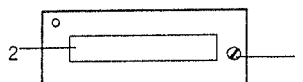

Fig. 17 Limiteur de température de service\*
La chambre d'essai est munie d'une sécurité de surtempérature constituée de limiteurs de température. En plus, le caisson peut être équipé d'un limiteur de température de service\* selon DIN 12 880 qui est utilisé comme protection indépendante des échantillons (voir page 23, fig. 17).
Le limiteur de température de service (fig. 17) est utilisé comme protection des échantillons. La valeur de température maximale est réglée au potentiomètre (1) au moyen d'un tournevis et apparaît dans l'affichage (2).